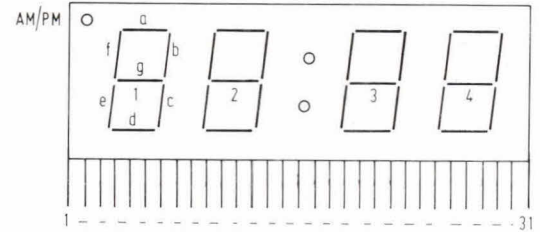

Fig. 14.
- Aansluitingen en karakteristieken: zie fig. 14.